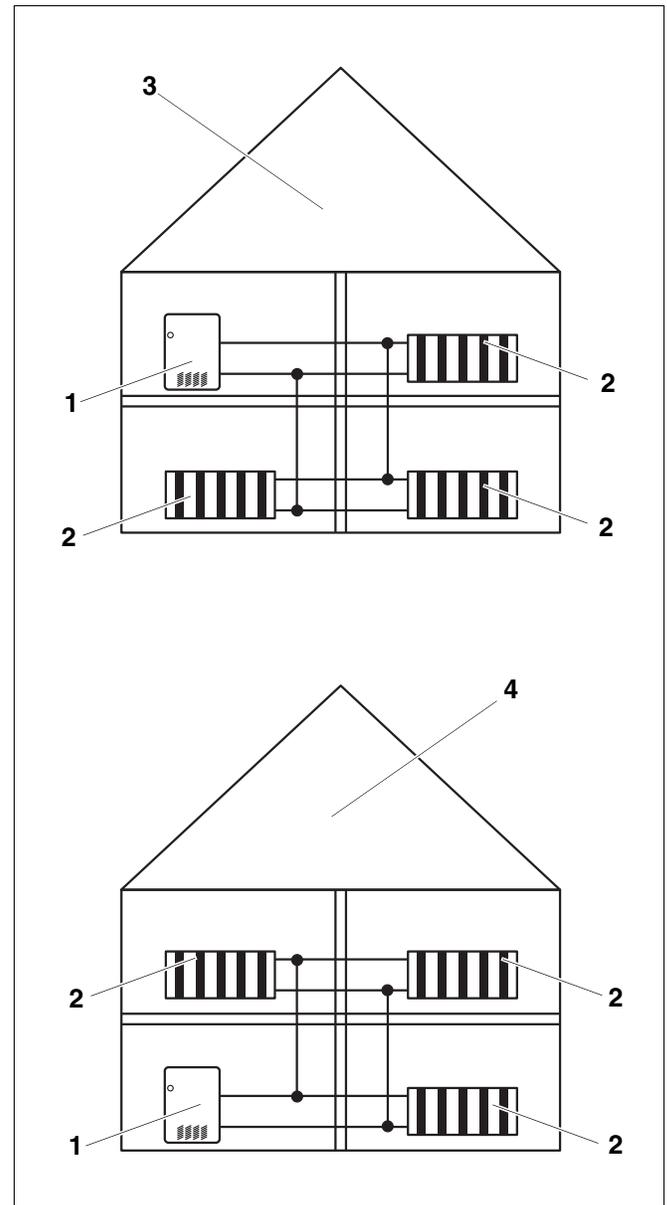

Fig. 9 Dispositif de sécurité contre le manque d'eau
- Veillez à ce que la chaudière installée au-dessus du niveau de l'installation de chauffage soit équipée d'un dispositif de sécurité contre le manque d'eau. Le dispositif de sécurité contre le manque d'eau doit être monté lors de l'installation de la chaudière (→ fig. 9).